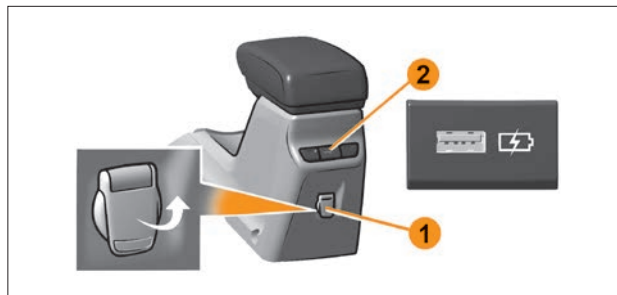

Рис. 4. Органы управления на задней стенке центрального подлокотника
Для подключения дополнительного электрооборудования в автомобиле предусмотрены две дополнительные розетки. Одна розетка устанавливается на задней стенке центрального подлокотника (рис. 4, поз. 1), вторая – в багажнике. Позицией 2 (рис. 4) указано место розетки USB для задних пассажиров (*в варианном исполнении*).
**В варианном исполнении** автомобиля LADA Vesta для зарядки аккумуляторов внешних периферийных устройств (планшетный компьютер, смартфон) предусмотрена розетка USB (рис. 4, поз. 2) с номинальным напряжением 5 вольт (V). Для подключения заряжаемого устройства должен быть использован разъем USB, тип A.